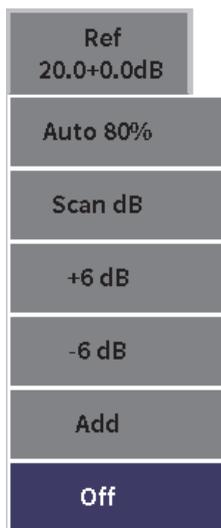

図 6-2 補正ゲインボタン
6. Enter キーを押して補正ゲインボタンを表示します（84 ページの図 6-2 参照）。